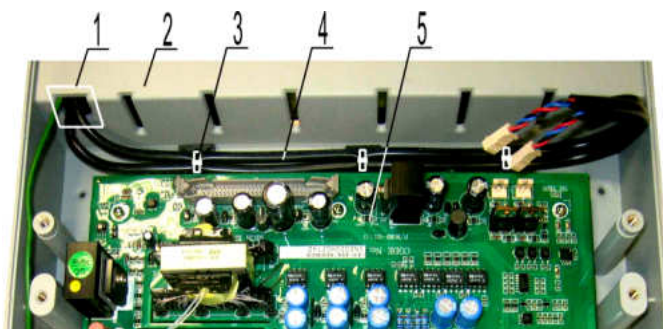

Рис. 7.16
7.6.4. Вытянуть жгуты из отверстия 1 (рис. 7.16). Проложить жгуты 4 на нижней части корпуса 2 между платой драйверов 5 и стенкой корпуса (рис. 7.16).
7.6.5. Закрепить жгуты тремя стяжками 3 к площадкам (рис. 7.16). Отрезать хвосты стяжек у замков.